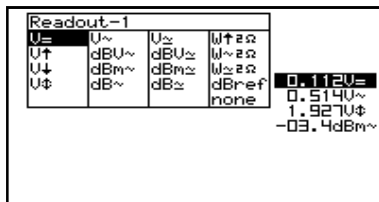

Fig 21
2. Press the cursorkeys to highlight the desired readout function for meter 1 readout. (Fig. 21)
2. Druk op de pijltoetsen voor het kiezen van de uitlezingfunctie van meter 1. (fig 21)
2. Utilisez les touches curseur pour choisir la fonction désirée pour ce premier appareil de mesure. (fig 21)